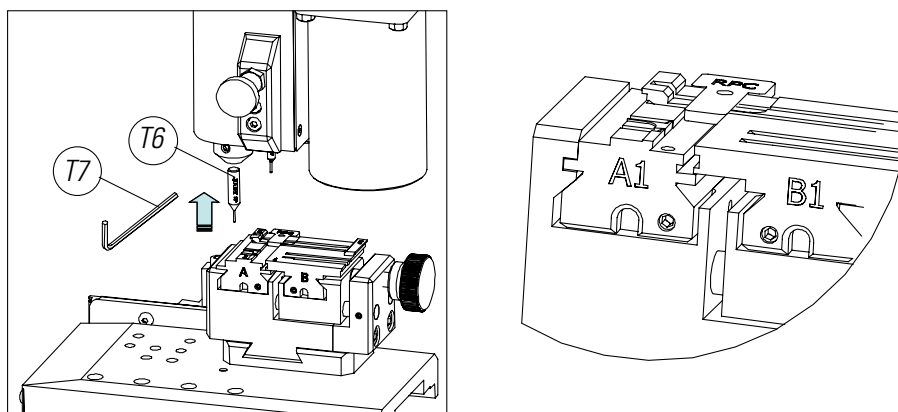

FIG. 24
- 3) Colocar la chapa de ajuste RPC en la mordaza, por la parte posterior de la mordaza (Fig. 24).